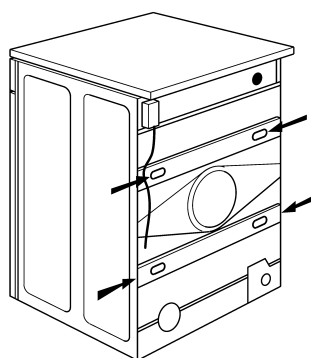

Fig. 2
1. Dévissez les vis avec la clé fournie (Fig. 2).